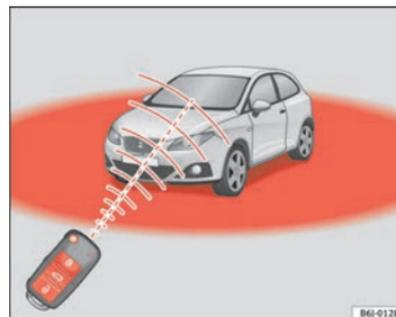

Abb. 42 Wirkungsbereich der Funk-Fernbedienung
Zudem blinkt die Batterie-Kontrollleuchte des Schlüssels ⇒ Abb. 42 auf.
- Die Funk-Fernbedienung funktioniert nur innerhalb seines Wirkungsbereiches ⇒ Seite 79, Abb. 42.